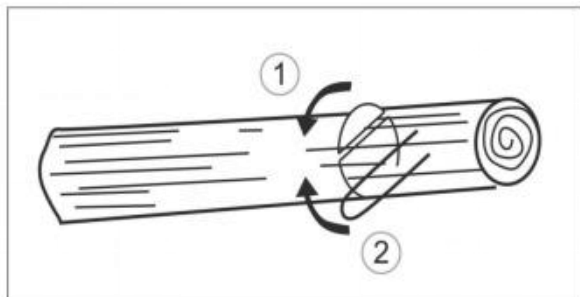

Fig. 22
6. Wenn der Stamm an beiden Enden gestützt wird, schneiden Sie zuerst vom oberen Drittel des Stammdurchmessers, um ein Spalten zu vermeiden. Führen Sie den Schnitt dann von unten so aus, dass er mit dem ersten Schnitt übereinstimmt und ein Verkanten vermieden wird (Abb. 22).